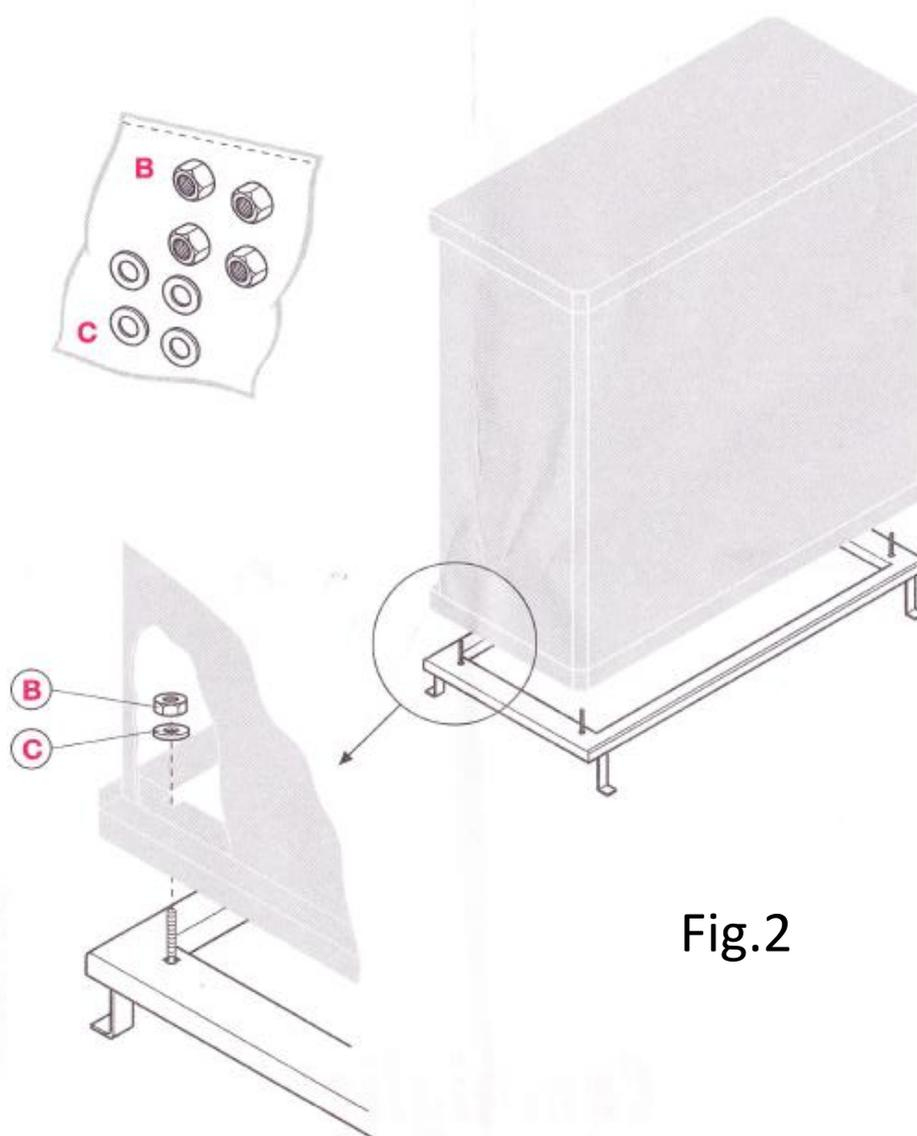

Fig.2
Setzen Sie zuerst die Bodenplatte des Gehäuses auf den Befestigungsrahmen und dann das Gehäuse. Die M8 Befestigungsschrauben (Punkt 2) müssen durch die Bohrungen des Gehäusebodens und des Gehäuses geführt werden. Fixieren Sie abschließend alle Bauteile mittels der 4 Schraubmutter M8 und der Federscheiben M8. **Siehe Abbildung 2.**
*Insert cabinet base plate and further cabinet on the fixing frame. Fix all items with 4 screws M8 and 4 spring washers M8 as shown in Figure 2.*